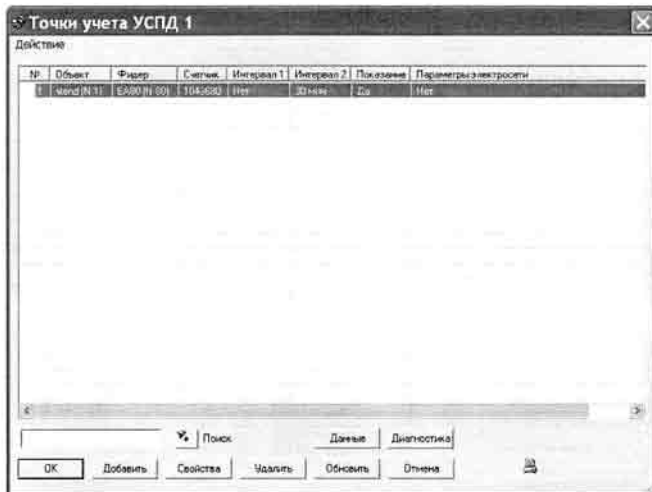

Рисунок 3. Список точек учета УСПД.
- 6.3.7 Ввести описание УСПД типа AMR-Сервер, указав пароль, разрешающий коррекцию времени, заполнить список точек учета УСПД в окне «Точки учета УСПД 1» (Рисунок 3)»